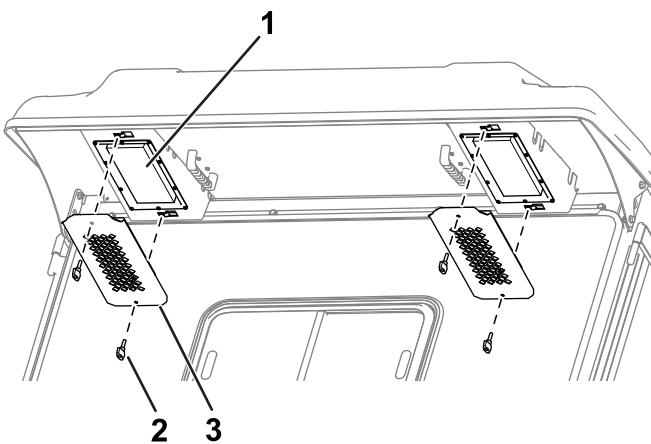

Figura 82
- Retire los pomos y las rejillas del reborde trasero de la cabina (Figura 82).
4. Utilice los pomos y las rejillas para instalar los filtros en la cabina (Figura 82).